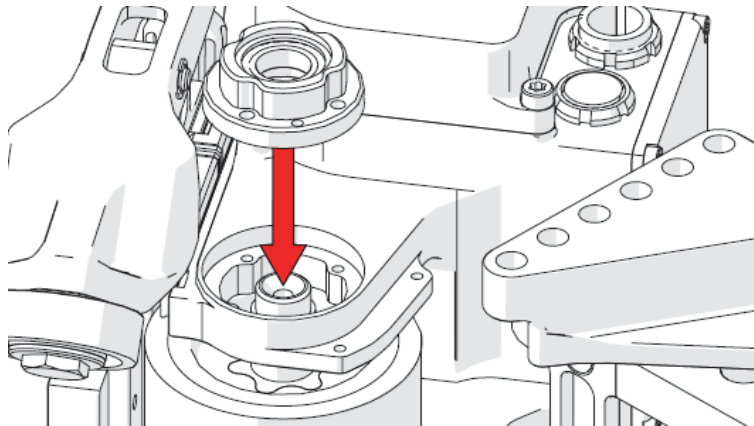

Figura 2-16 Inserción del recinto del cojinete
18. Ponga el recinto del cojinete boca abajo e introdúzcalo en la muesca del brazo axial (ver Figura 2-16 en la página 99).